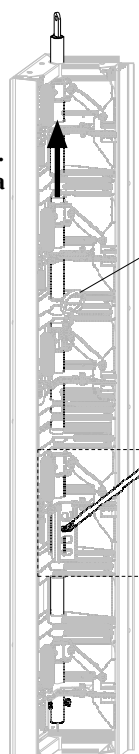

Fig. A17.05
2. Agganciare l'imbracatura della gru al punto di attacco per sollevamento (Fig. A17.05):
→ Il tubo scorre verso l'alto: la posizione di disarmo è impostata. (Fig. A17.05 + A17.05a + A17.05b)